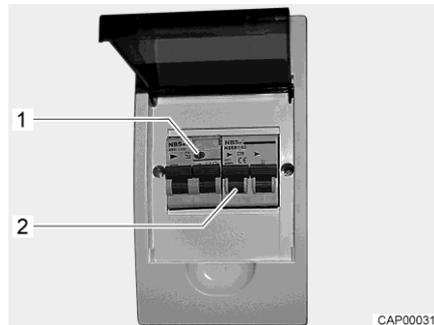

Fig. 102 Coffret de fusibles 230 V avec disjoncteur de protection de circuit et disjoncteur FI
Un disjoncteur différentiel (disjoncteur FI) dans le coffret de fusibles protège tout le véhicule contre le courant différentiel (0,03 A). Le disjoncteur de protection de circuit connecté en aval (10 A) (Fig. 102,2) protège le réseau de bord 230 V.
- Lorsque le véhicule est raccordé à l'alimentation 230 V, appuyer sur la touche de contrôle (Fig. 102,1). Le disjoncteur différentiel doit se déclencher.